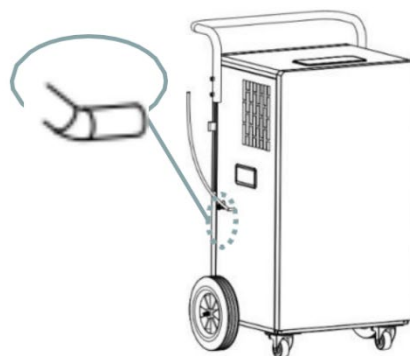

Fig. 2
3. Einfügen Die Ablaufschlauch mit Innendurchmesser von 5 mm in die Auslass der Wasserpumpe (Zugriff ist in jedem Winkel möglich). Wie in Abb.2.